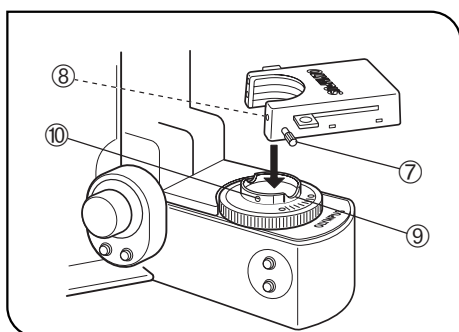
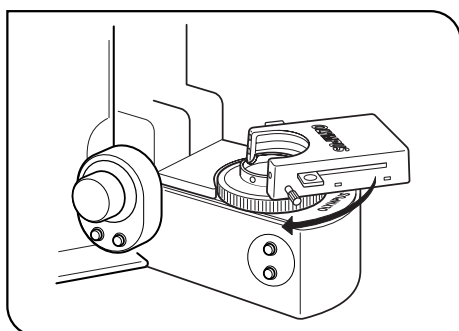

Fig. 9
Fig. 10
1. Afloje totalmente el tornillo de sujeción del cassette para filtros ⑦. (Fig. 9)
2. Alinee la llave ⑧ que hay sobre la superficie inferior del cassette para filtros con la ranura de posicionamiento ⑨ que hay sobre el soporte para filtros y, a continuación, coloque el cassette para filtros en su sitio desde arriba.
3. Gire el cassette para filtros hasta alinear sus lados con la base (Fig. 10)
4. Alinee el tornillo de sujeción ⑦ con el agujero de posicionamiento ⑩ que hay formado sobre el soporte para filtros y, a continuación, apriete el tornillo para asegurar el cassette para filtros.